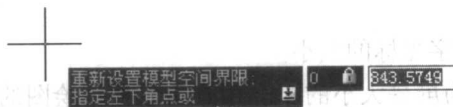

图 1-10 动态输入
- (1) 开(ON) 使绘图边界有效。系统将在绘图边界以外拾取的点视为无效。
- (2) 关(OFF) 使绘图边界无效。用户可以在绘图边界以外拾取点或实体。
- (3) 动态输入角点坐标 AutoCAD 2006 新增了动态输入功能,可以直接在屏幕上输入角点坐标,输入了横坐标值后,按下“,”键,接着输入纵坐标值,如图 1-10 所示。也